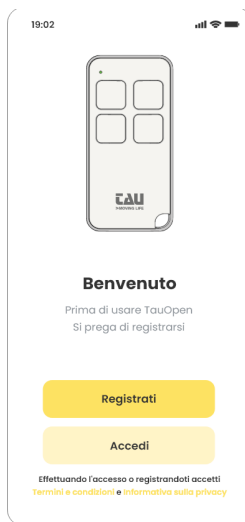

Fig. 3
- Si ritornerà alla pagina iniziale di Benvenuto dove cliccheremo "Accedi" (fig. 3).
- You will return to the initial Welcome page where you will click "Login" (fig. 3).
- Vous reviendrez à la page d'accueil initiale où vous cliquerez sur "Se connecter" (fig. 3).
- Man kehrt zur ersten Willkommenseite zurück: Auf „Anmelden“ klicken (Abb. 3)
- La página de inicio se mostrará de nuevo, haga clic en "Iniciar sesión" (Imagen 3)